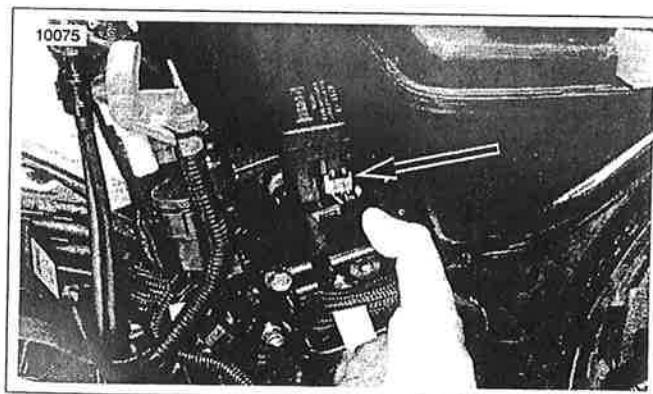

Figura 7-80. Conector [30] del TSM/TSSM
3. Vea la Figura 7-80. Alcance debajo de la bandeja de la batería y empuje hacia arriba en el TSM/TSSM para levantarlo de su cavidad.
1. Vea la Figura 7-80. Tire el conector [30B] del arnés de cableado hacia arriba a través de la cavidad en la parte inferior de la bandeja de la batería.